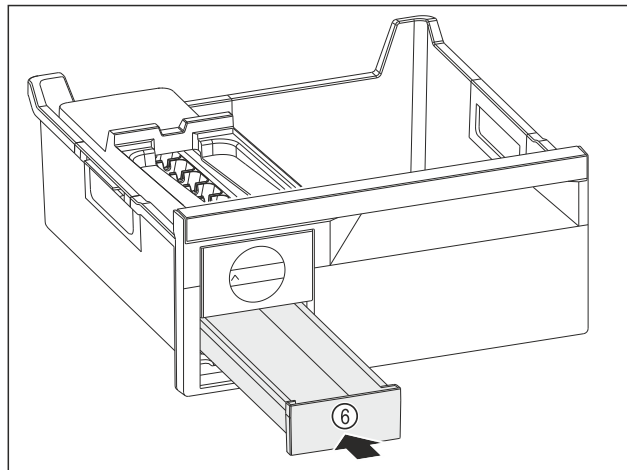

Fig. 176
- ▶ Tolja be a jégkockafiókot Fig. 176 (6).